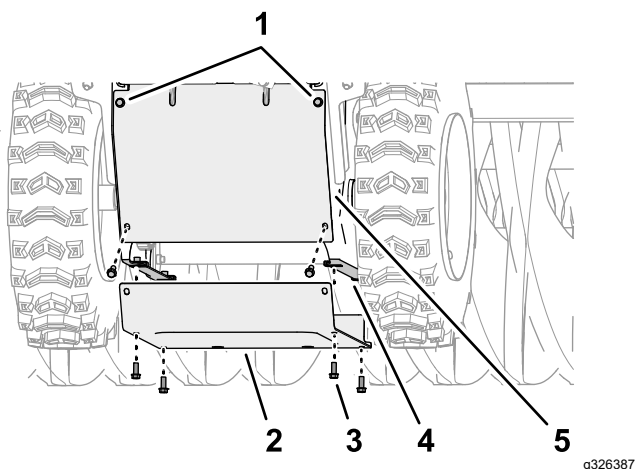

Figura 51
- En la parte inferior de la máquina, alinee los orificios de la cubierta inferior con los orificios de las pestañas de las chapas laterales derecha e izquierda (Figura 51).
5. Monte la cubierta inferior en la máquina (Figura 51) con los 6 tornillos con arandela prensada ($\frac{1}{4}$ " x $\frac{5}{8}$ ").
6. Apriete los 2 tornillos con arandela prensada superiores ($\frac{1}{4}$ " x $\frac{5}{8}$ ") que sujetan la cubierta trasera a la máquina (Figura 51).